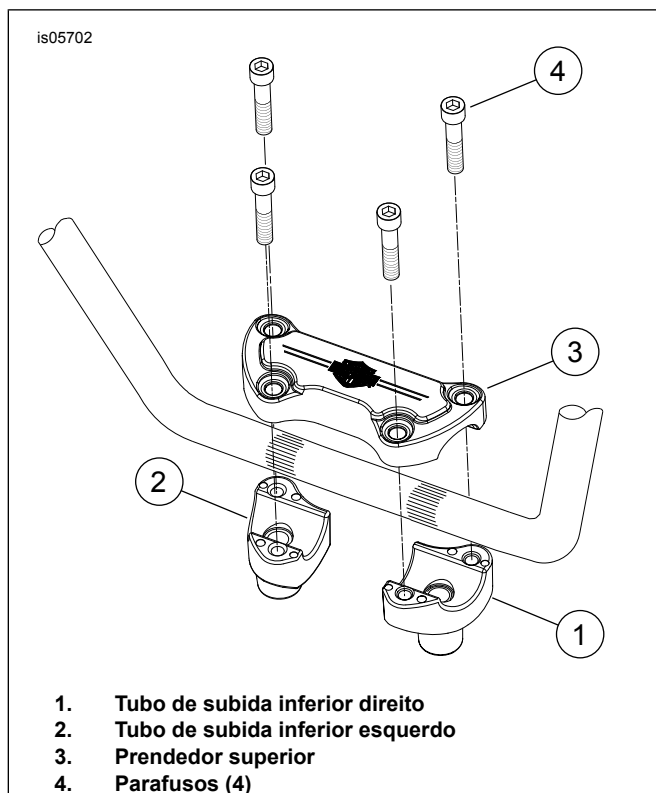

Figura 4. Orientação do tubo de subida – FLSTC
- Veja Figura 4. Instale os novos tubos de subida (kit N.º 46809-09) sem apertar, orientado como mostrado, até a árvore tripla superior, usando os parafusos, arruelas de pressão e arruelas originais. Instale o cabo de terra e a arruela de pressão dentada interna no parafuso do tubo de subida do lado direito.
- Instale o prendedor (3) nos tubos de subida (1 e 2) sobre o guidom usando quatro parafusos (4) incluídos no kit.